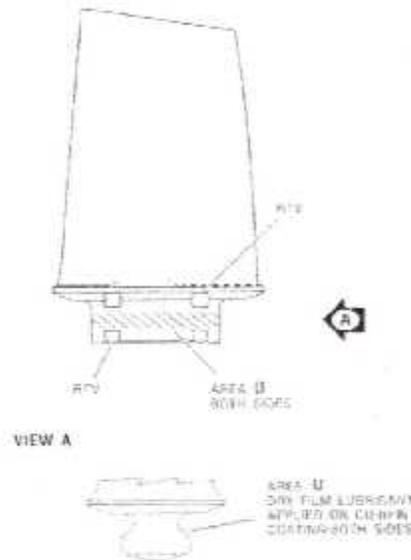

Fig. IV. 5 : L'Ensemble des Queues d'Aronde d'Ailette du 2^{ème} et 3^{ème} Etage.
7. On fait une inspection visuelle de l'ensemble des queues d'aronde d'ailette du 2^{ème} et 3^{ème} étage (fig. IV. 5).